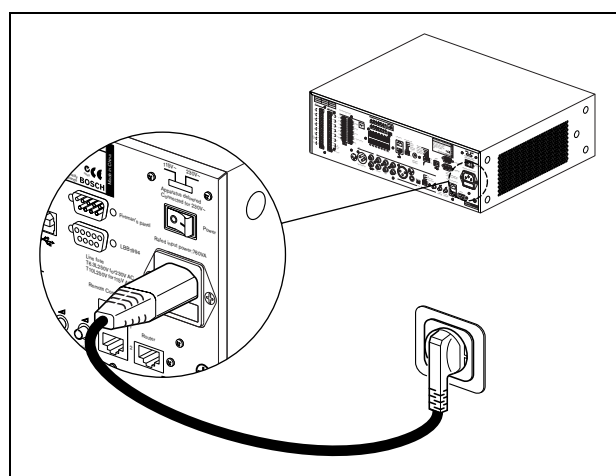

Abbildung 5.19: Anschluss des Netzkabel
- 3 Schließen Sie ein lokal zugelassenes Netzkabel an den Voice Alarm Controller an (siehe Abbildung 5.19).
- 4 Stecken Sie das Netzkabel in eine lokal zugelassene Netzsteckdose (siehe Abbildung 5.19).